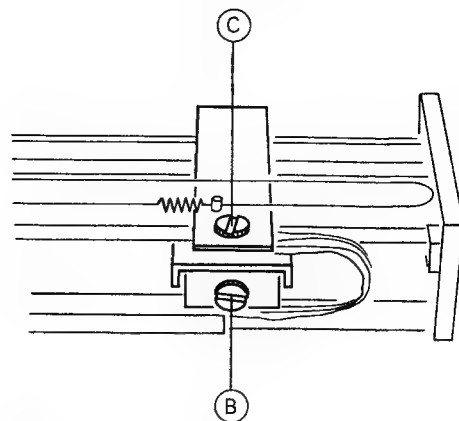

Fig. 4.4
Die Arbeitshöhe lässt sich mit der Schraube (C) justieren (Fig. 4.4). Die Nadelspitze darf den inneren Wulst der Gummiauflage knapp berühren. Über einen Audio-Kanal kann die Absenktiefe akustisch kontrolliert werden.
The free vertical movement of the tonearm can be adjusted with screw (C) (fig. 4.4). In the lowest position the stylus tip should barely touch the innermost ridge of the turntable mat. This can be checked acoustically through a live audio channel.
La hauteur se règle au moyen de la vis (C) (fig. 4.4). La pointe de lecture doit seulement effleurer le bord intérieur du disque en caoutchouc. On contrôle acoustiquement la descente à l'aide d'un canal audio.
Das Einstellen der Auflagekraft erfolgt durch Verstellen der Schlitzschraube (B) (Fig. 4.4). Bei schweren Tonabnehmern  $> 6 \text{ g}$  (60 mN) muss das Gegengewicht aus Blei montiert werden. Mit einem Waagestreifen ist eine Auflagekraft von 12,5 mN (1,25 p) einzustellen.
Tracking force may be adjusted by means of screw (B) (fig. 4.4). Use a suitable cartridge balance (for example as supplied with the installation kit 05790) to adjust for a tracking force of 12.5 mN (1.25 grams). For cartridges with a weight (mass) higher than 6 grams, the lead counterweight must be installed.
La force d'appui se règle au moyen de la vis à tête fendue (B) (fig. 4.4); pour les phonocapteurs de poids plus élevé, la plaquette de plomb doit être en place. Au moyen d'une balance, réglez la force d'appui à 12,5 mN (1,25 p).